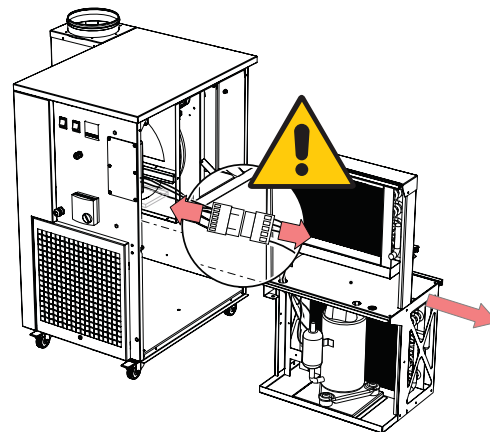

ABB. 16: Kühlsystem
4. Das Kühlsystem vorsichtig herausziehen und den Steckverbinder abziehen. „ABB. 16: Kühlsystem“